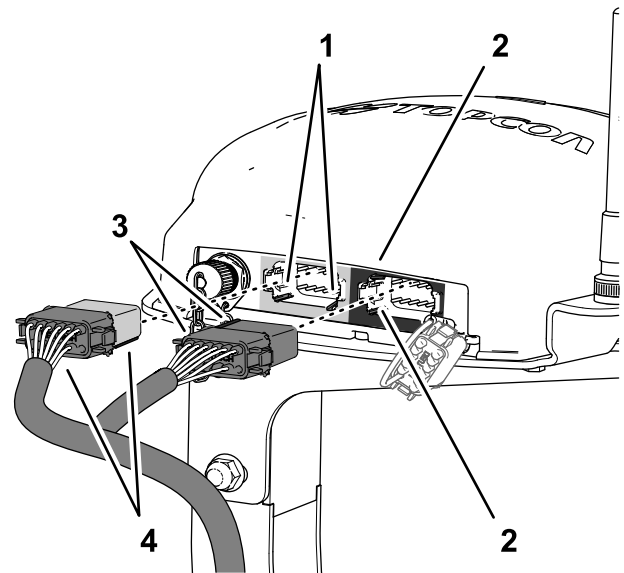

Figure 198
- Placez les 2 détrompeurs situés sur la face longue du connecteur à 12 douilles gris et noir du faisceau de donnée en face des 2 rainures dans la paroi horizontale inférieure du connecteur à 12 broches gauche (gris) du récepteur de navigation (Figure 198).
- Branchez le connecteur à 12 douilles gris et noir du faisceau de données au connecteur à 12 broches gauche (gris) du récepteur de navigation jusqu'à ce que les connecteurs s'enclenchent solidement (Figure 198).
- Placez les 2 détrompeurs situés sur le côté court du connecteur à 12 douilles noir du faisceau de donnée en face des 2 rainures dans la paroi verticale gauche du connecteur à 12 broches droit (noir) du récepteur de navigation (Figure 198).
- Branchez le connecteur à 12 douilles **noir seulement** du faisceau de données au connecteur à 12 broches **gauche (noir)** du récepteur de navigation jusqu'à ce que les connecteurs s'enclenchent solidement (Figure 198).